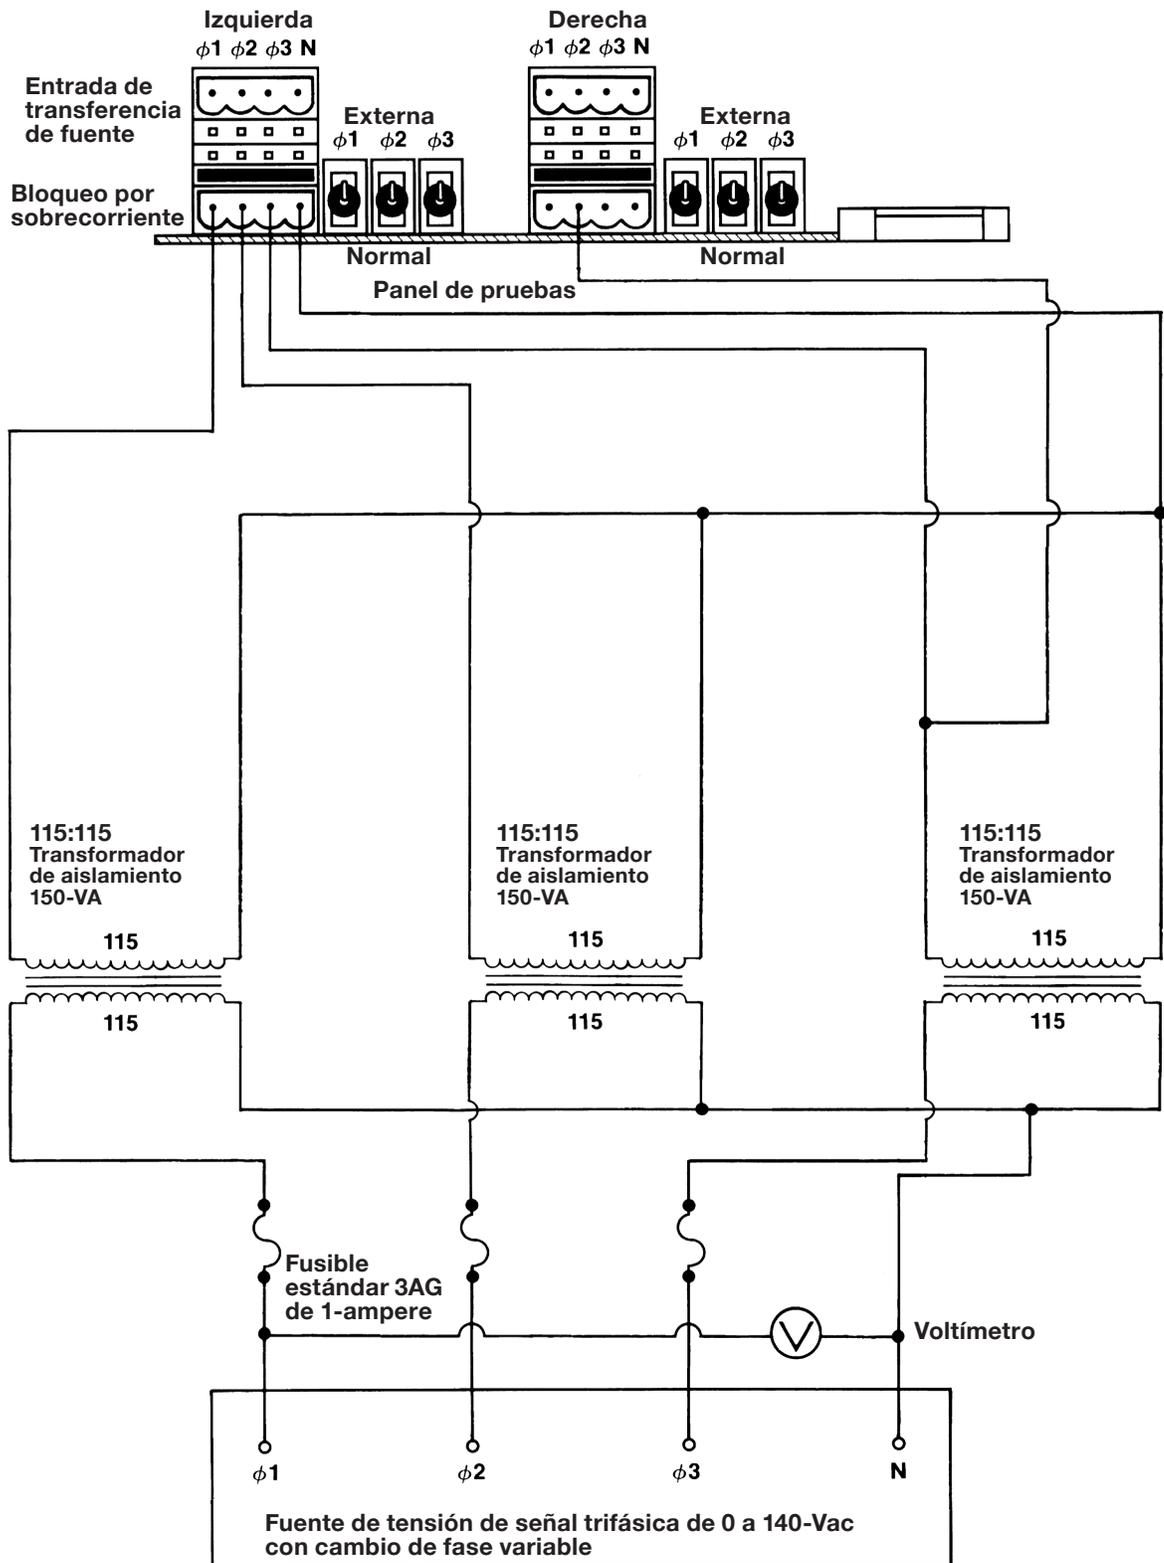

Figura 11. Diagrama de conexión del circuito de prueba trifásico fuente para las aplicaciones en equipos con gabinete resistente a la intemperie.
Paso 4 Coloque los interruptores selectores de externa/normal del panel de pruebas de la fuente izquierda y de la fuente derecha en la posición “EXTERNA”. Ver Figura 11 en la página 29.
Si hay disponible una fuente de tensión de señal trifásica de 140-voltios, 60-Hz con cambio de fase variable, establezca las conexiones del circuito de prueba trifásico fuente según se indica en la Figura 11 de la página 29.
Si se utiliza el circuito de prueba de fuente trifásico que se muestra en la Figura 11 de la página 29, repita los Pasos 11 al 15 para la fase 2 y luego para la fase 3.
Esta prueba se puede realizar sólo si se utiliza el circuito de prueba de la fuente trifásica que se muestra en la Figura 11 de la página 29. En caso de que se utilice el circuito de prueba fuente monofásico, continúe con el Paso 23.